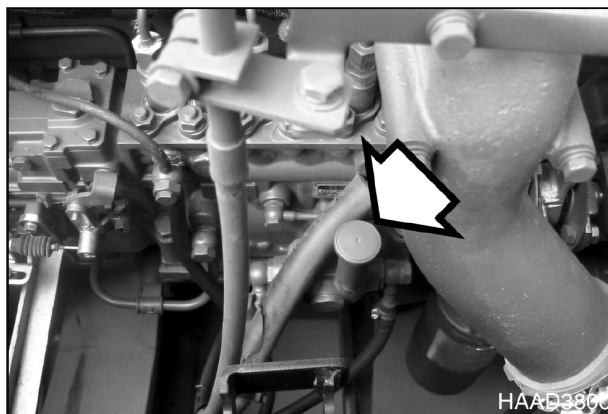

Рис. 65
2. Вывинтить ручной заливочный насос и закачивать топливо (рис. 65) насосом впрыска топлива. Закачивать топливо до тех пор, пока оно не покажется у отверстия заглушки на головке топливного фильтра.